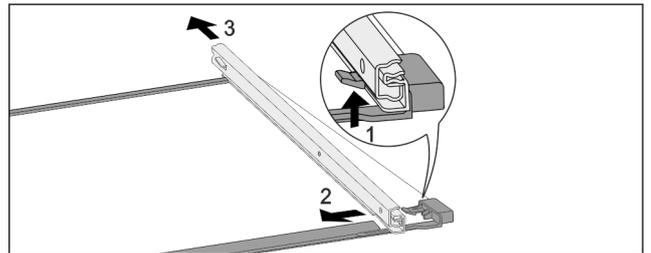

Fig. 133 Placa de cristal con rieles
- ▶ Presione los ganchos de sujeción delanteros hacia arriba. Fig. 133 (1)
- ▶ Empuje la corredera hacia un lado Fig. 133 (2) y hacia atrás Fig. 133 (3).